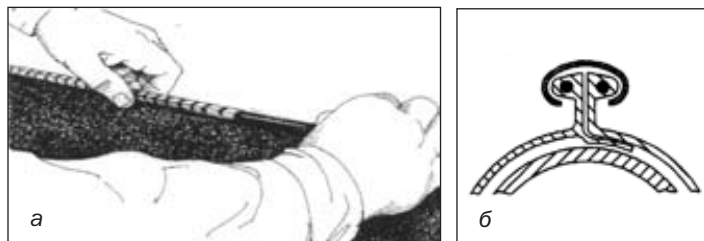

Рисунок 4.5 - Надвигание застежки (а) и правильное расположение пластиковых направляющих манжеты (б)
**4.1.11** Далее с внутренней стороны манжеты снимают защитную пластиковую пленку и оборачивают манжету вокруг муфты. Надвигают гибкую застежку на пластиковые направляющие манжеты (рисунок 4.5а).
Концы манжеты соединяют таким образом, чтобы пластиковые направляющие были на одном уровне, и расстояние между ними было бы не слишком большим (рисунок 4.5б).